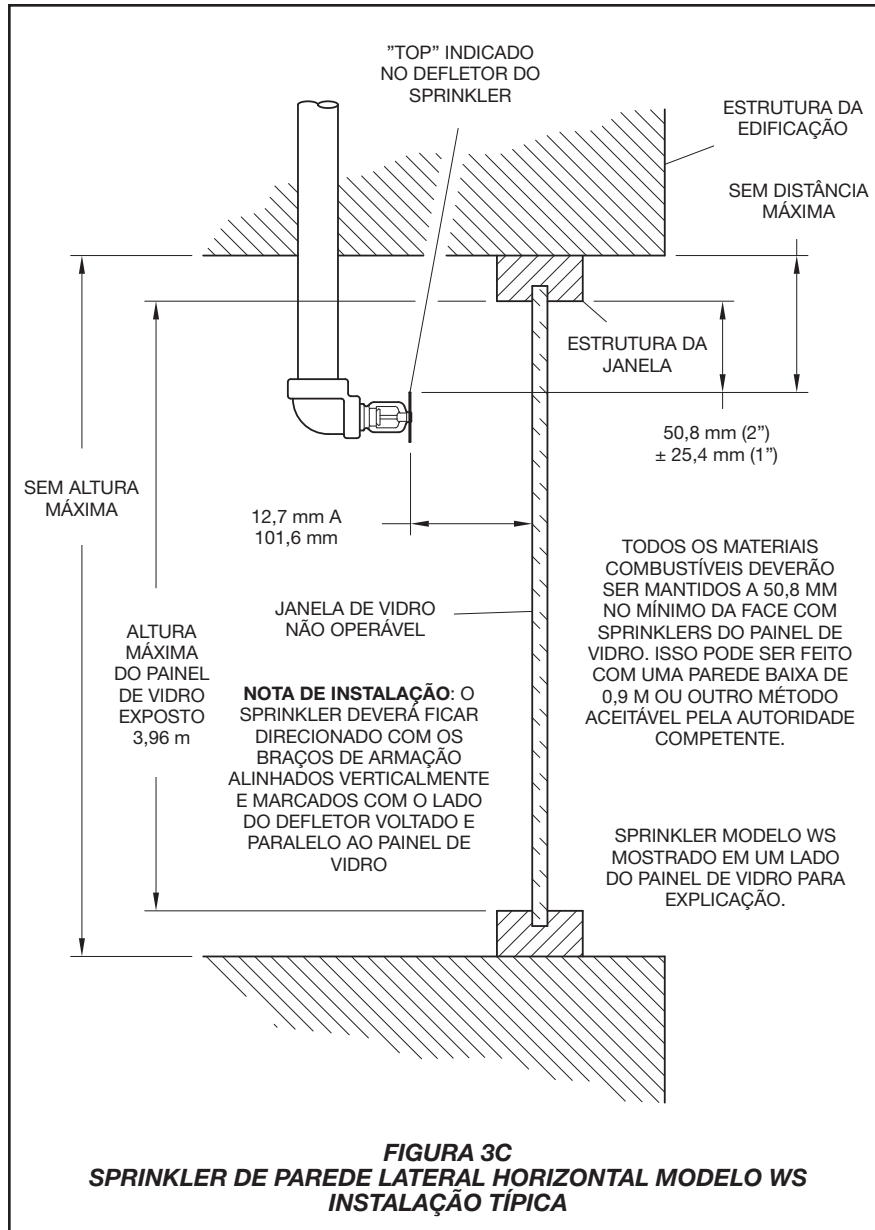

FIGURA 3C
- Parede Lateral Horizontal: Localize dentro da borda externa do caixilho da janela, de 1/2" a 4" (12,7 mm a 101,6 mm) de distância do vidro e 2" \pm 1" (50,8 mm \pm 25,4 mm) para baixo a partir da parte superior do vidro exposto. Consulte a Figura 3C.